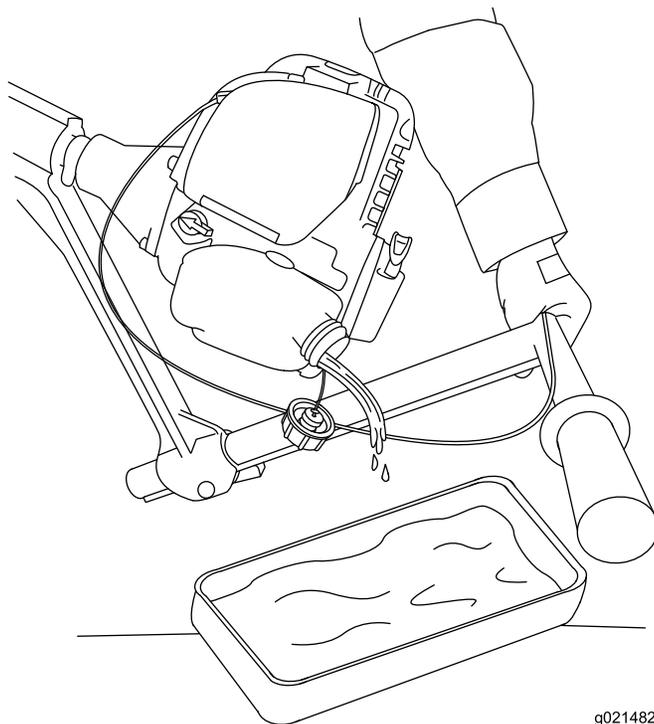

Figura 33
4. Vacíe el depósito de combustible (Figura 33).